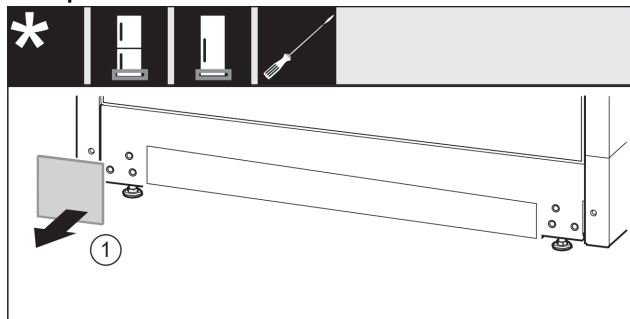

Fig. 15
- ▶ Nuimkite uždangalą. Fig. 15 (1)